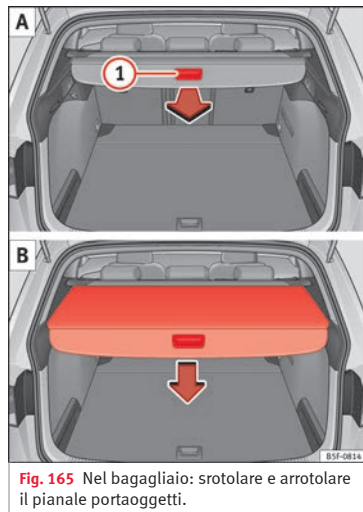

Fig. 165 Nel bagagliaio: srotolare e arrotolare il pianale portaoggetti.
- Tirare in modo uniforme all'indietro la maniglia di appiglio del pianale portaoggetti »» **fig. 165 1 A** ed estrarla al massimo finché non si sente uno scatto.
- Premere la maniglia di appiglio del pianale portaoggetti nel senso della freccia, fino a sbloccarlo »» **fig. 165 B**.